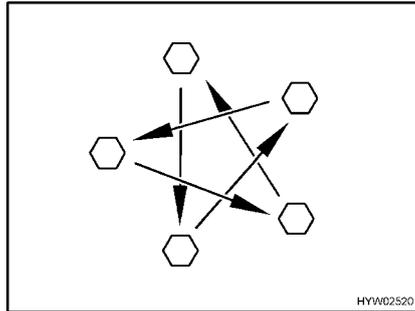

Bild 317 Radmuttern oder Radschrauben über Kreuz anziehen
- Radmuttern oder Radschrauben regelmäßig auf festen Sitz prüfen. Radmuttern oder Radschrauben eines ausgewechselten Rades nach 50 km nachziehen (Bild 317). Anziehdrehmoment siehe Abschnitt 14.5.2.
- Wenn neue oder neu lackierte Felgen verwendet werden, die Radmuttern oder Radschrauben zusätzlich nach ca. 1000 bis 5000 km nachziehen (Bild 317).
- ▷ Radmuttern oder Radschrauben über Kreuz anziehen (Bild 317).